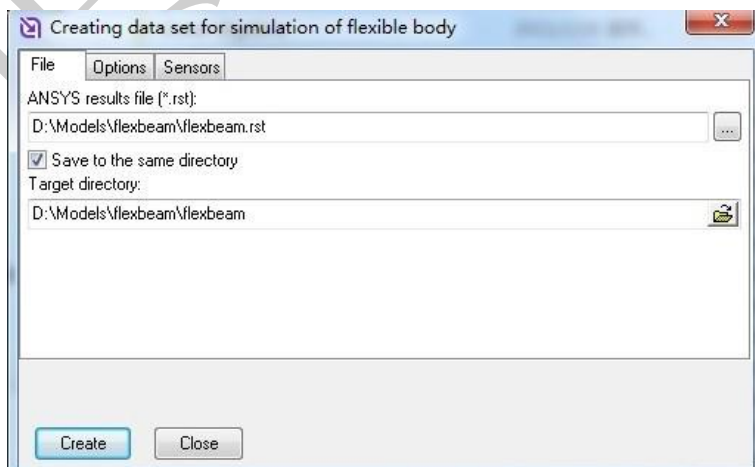

图 1.2 ANSYS_UM 程序界面
4. 如果 **um.mac** 文件中的 **ANSYS_UM.EXE** 路径定义正确，那么在 **um.mac** 执行完毕后，**ANSYS_UM.EXE** 会自动运行，弹出如图 1.2 所示的界面。否则，请手动运行，其文件路径为{UM}\bin\ansys_um.exe。